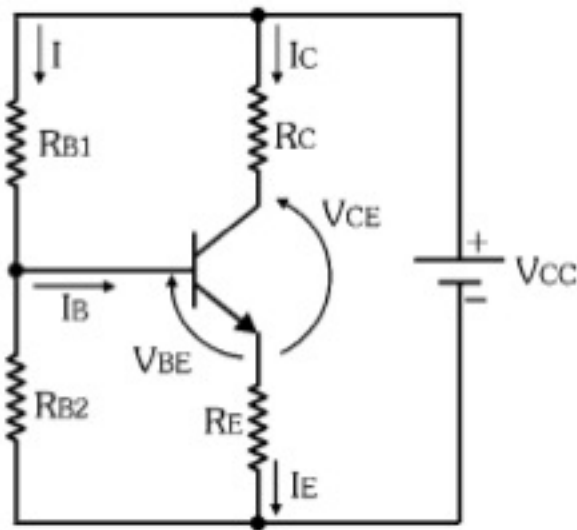

Figura 3.30 - Polarização do BC547B.
2) Considere o circuito da Figura 3.30 e determine os valores de  $V_{CE}$ ,  $I_C$  e  $I_B$  quiescentes.